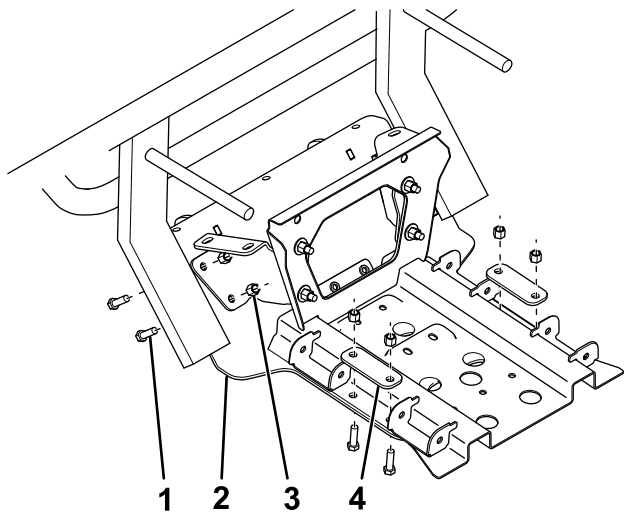

Figura 3
6. Sujete la parte delantera de la placa de protección del quitanieves a los soportes del vehículo y del chasis con 4 pernos (3/8") y contratuercas (Figura 3).
7. Sujete la parte trasera de la placa de protección del quitanieves al vehículo con 4 pernos (3/8"), 2 pletinas de apoyo y 4 contratuercas (Figura 3).